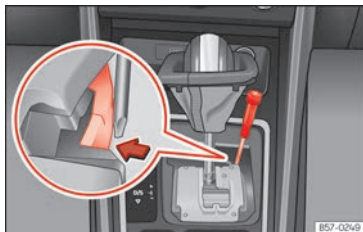

Abb. 101 Wählhebel: Notentriegelung aus der Parkstellung
- Drücken Sie seitlich mit Hilfe der flachen Seite des Schraubendrehers auf die gelbe Taste und halten Sie sie gedrückt »» (Abb. 101).